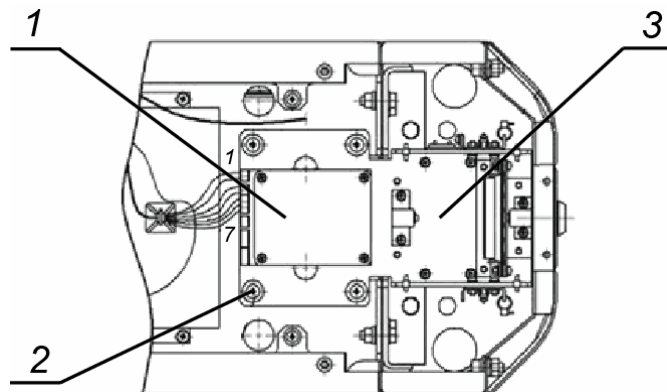

Рисунок 15 Механизм картоприемника.
Для переустановки механизма картоприемника (3, рис. 15) на сторону считывателя №1 необходимо выполнить следующие действия (номера позиций даны в соответствии с рисунком 2, если не указано отдельно):
- 8 Демонтируйте механизм картоприемника (3, рис. 15), – крепится четырьмя винтами М5×20, (2, рис. 15) и установите его на противоположную сторону турникета, закрепив на аналогичное место этими же винтами.